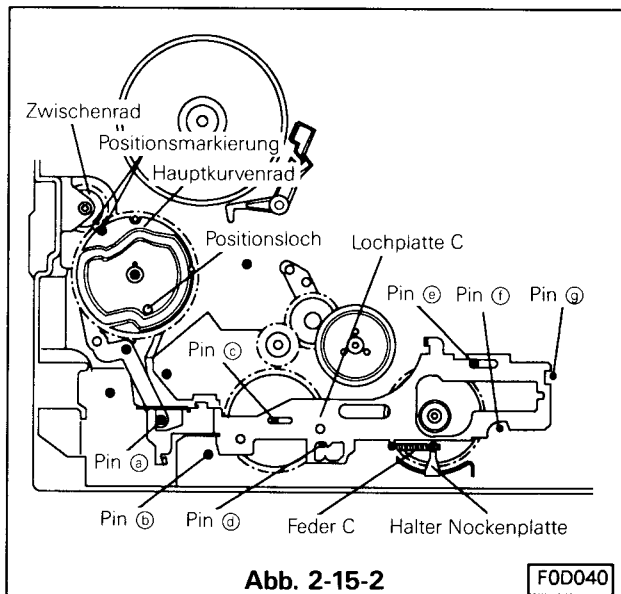

Abb. 2-15-2
- C. Beim Aufsetzen des Kurvenrades 1 sicherstellen, daß die Position der Hebel RS und C sich nicht verändert. Das Kurvenrad mit dem Sicherungshebel sichern. (Siehe Abb. 2-15-2)
- D. Unterlegscheibe auf Pin ⑥ aufsetzen (siehe Abb. 2-15-2) und die Nockenplatte C so einbauen, daß die Positionslöcher der Platte mit den Pinen ③ ~ ⑨ übereinstimmt.
- E. Die Feder C der Nockenplatte an der Nockenplatte C und an dem Nockenplattenhalter befestigen. (Siehe Abb. 2-15-2)